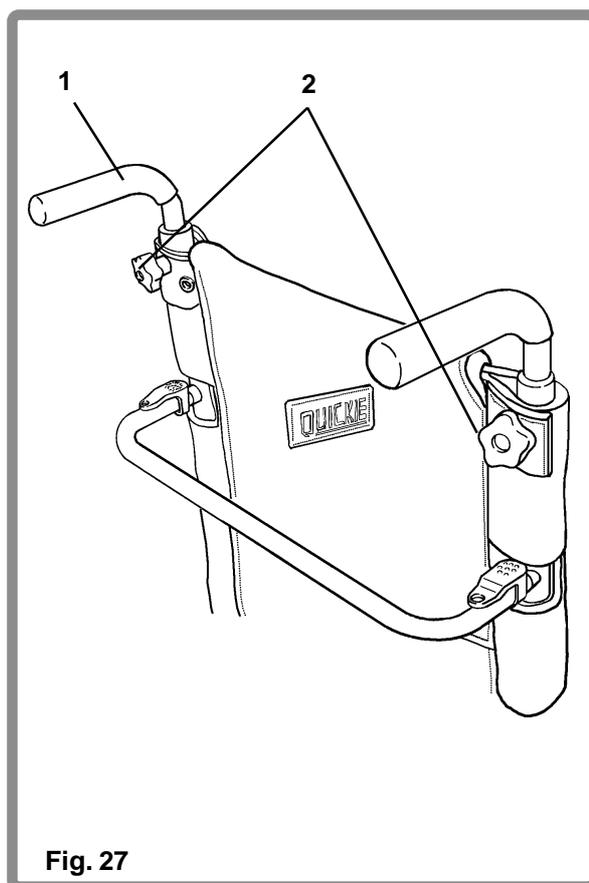

Fig. 27
Une des caractéristiques standard de ces fauteuils est la facilité de réglage de la hauteur des poignées à pousser (1). Pour régler la hauteur des poignées, desserrer les boutons de réglage (2). Régler les poignées à pousser à la position requise et resserrer les boutons (Fig. 27).